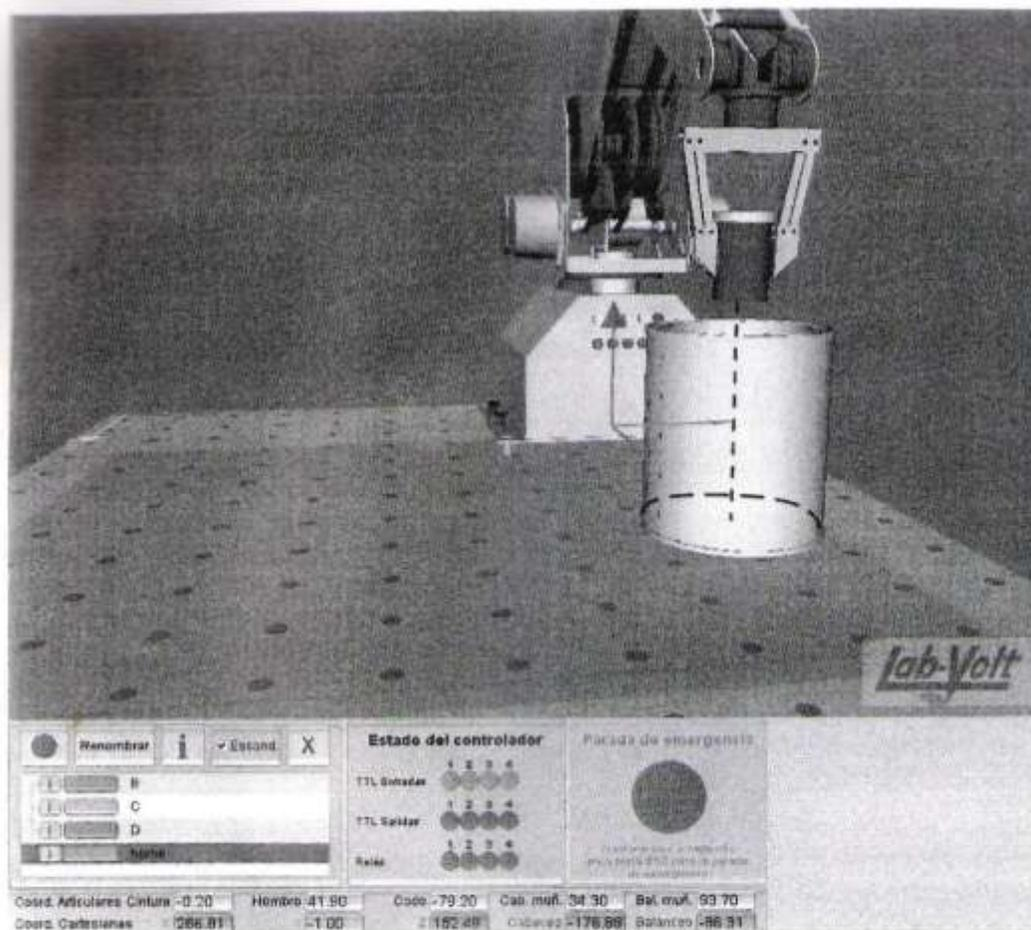

Figura 7-6. La caja de rollo se ubica en el centro del envase metálico.
- En la ventana Movimiento, utilice las flechas de las cinco articulaciones del robot para mover la caja de rollo hasta el centro aproximado del envase metálico, tal como se muestra en la figura 7-6.